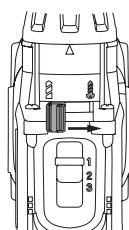

Fig. C5.03
- Impostare la modalità di funzionamento su "Avvitare". (Fig. C5.03)